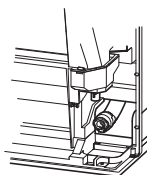

Abb. 4
- Bei Verlegen des Ablassrohrs sicherstellen, daß der Ablaufschlauch (1) wie abgebildet verlegt wird. (Abb. 4)
- 4) Kelchen (Abb. 4, 5). Achten Sie darauf, dass das Kupferrohr die in der Tabelle angegebenen Abmessungen einhält. Wählen Sie A mm aus der Tabelle in Übereinstimmung mit dem verwendeten Werkzeug.